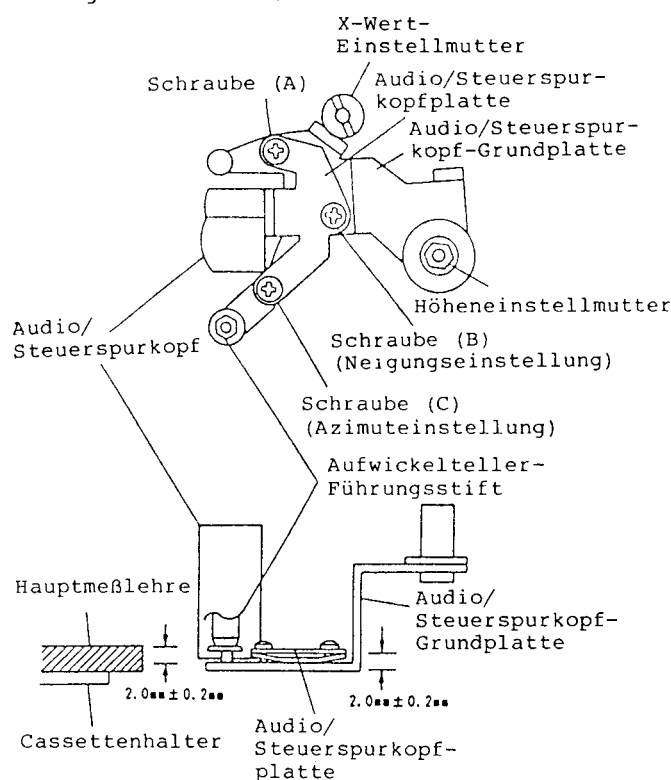

Abb. 3-12
(Abb. 3-12, 3-13, 3-14, 3-15)
- 2) Die Höheneinstellmutter so einstellen, daß die Oberkante der Hauptmeßlehre $2,0 \pm 0,2$ mm über der Grundplatte des Audio/Steuerspurkopfs liegt (siehe Abb. 3-12).
- 3) Schrauben (A), (B) und (C) so einstellen, daß ein Abstand von $2,0 \pm 0,2$ mm zwischen den Unterkanten der Audio/Steuerspurkopfplatte und der Audio/Steuerspurkopf-Grundplatte vorhanden ist, und der Audio/Steuerspurkopf im rechten Winkel zur Audio/Steuerspurkopf-Grundplatte angeordnet ist.
- 6) Die Schrauben (A), (B) und (C) so einstellen, daß der Audio-Ausgang ein Maximum aufweist und linear verläuft (ohne Schwankungen) (siehe Abb. 3-12, 3-13).